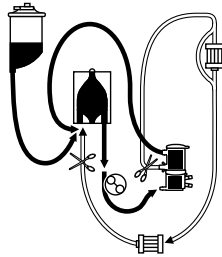

Figure 8.
1. Une fois la tubulure installée dans un conduit de la pompe correctement fermé, déclamer la sortie de recirculation (voir la figure 8) pour permettre la recirculation entre l'oxygénateur et le réservoir veineux.